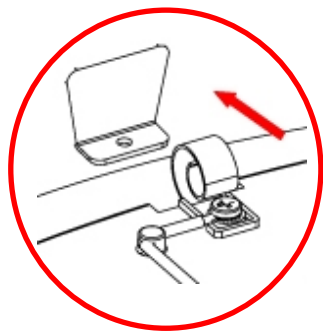

Fig. 4
- Extraire avec précaution le châssis car il est relié à la base par un rebord qui assemble les deux ensembles par leur partie arrière (Fig. 4).